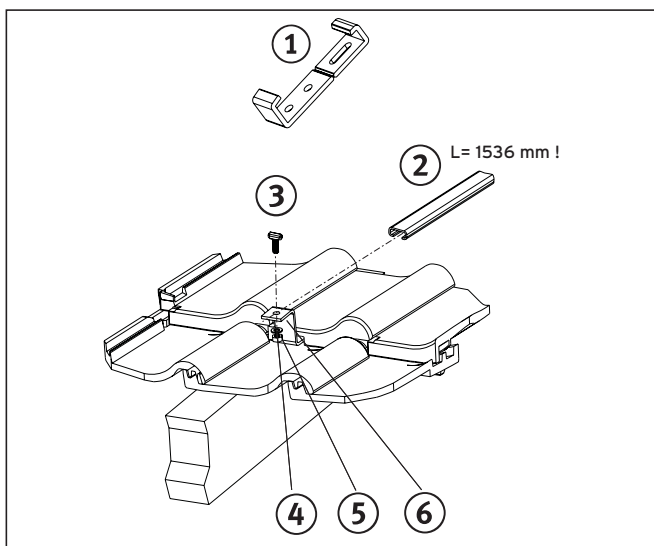
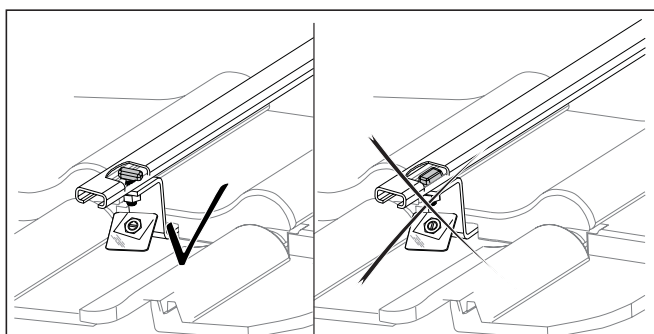

Abb. 4.14 Montage der vertikalen Auflageschienen
Abb. 4.15 Hammerkopfschraube richtig verschrauben
- Trennen Sie die untere und obere Haltekralle an der Sollbuchstelle durch Knicken (Abb. 4.14, Pos. 1).
- Verschrauben Sie die vertikalen Auflageschienen (Abb. 4.14, Pos. 2) mit je einer Hammerkopfschraube (Pos. 3), Unterlegscheibe (Pos. 4) und Sechskantmutter (Pos. 5) mit den Haltebügeln (Pos. 6). Beachten Sie bitte die richtige Schraubposition der Hammerkopfschraube (Schaubenschaft quer zur Schiene, siehe Abb. 4.15)). Richten Sie die Auflageschienen so aus, dass an allen Enden der Auflageschienen die gleichen Überstände entstehen. Legen Sie die Flucht der Auflageschienen mit Hilfe einer Schnur fest.